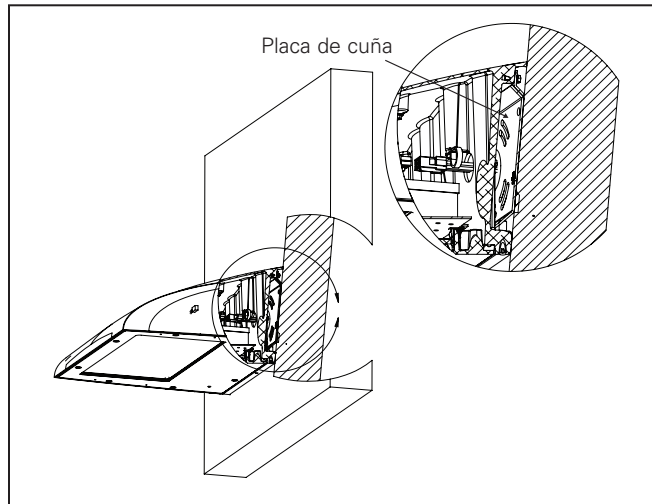

Figura 5
- Apriete los dos tornillos de sujeción en el luminario a 20 in-lb (2,26 N·m) (Figura 5).
5. Cuelgue la carcasa superior en la placa de cuña y apriete los dos tornillos de sujeción a 20 in-lb (2,26 N·m) (Figura 5).